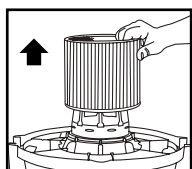

FIGURA 21
26. Deslice el filtro de cartucho para sacarlo del alojamiento de la tapa. **FIGURA 21.**